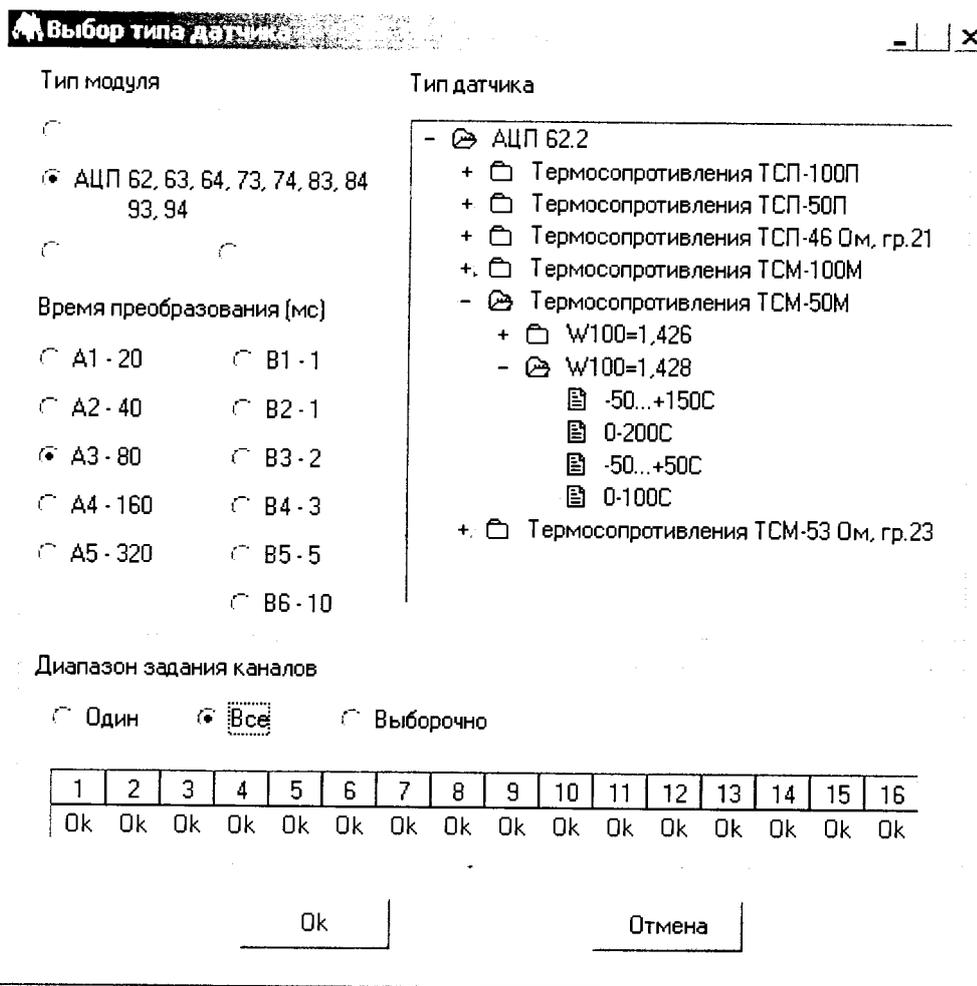

Рисунок 13 - Рабочее окно «Выбор типа датчика»
6.4.2.17 Для формирования задания каналу - нажать на строку отображающую канал, должно появиться диалоговое окно «Выбор типа датчика» (рисунок 13).